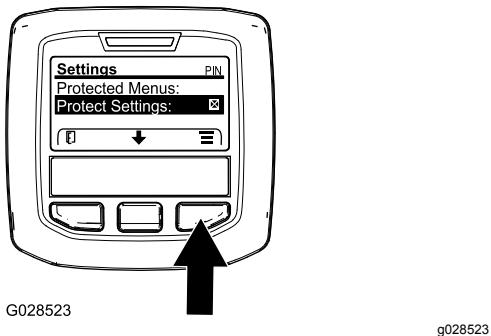

Рисунок 15
1. В MAIN MENU (Главном меню) с помощью средней кнопки прокрутите меню вниз к позиции меню SETTINGS (Настройки) и нажмите правую кнопку (Рисунок 15).